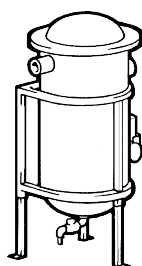

Fig. 7
**Pequeño Vaso-Separador (A53):** capacidad 12,5 litros, fig. 7, el vaso lleva una autoclave para el lavado automático, es suficiente para un máximo de 6 consultas.
**Vaso-Separador Medio (A54):** capacidad 39 litros, fig. 7, el vaso consta de autoclave para el lavado automático, es suficiente para un máximo de 17 consultas.
**Vaso-Separador Grande (A57):** capacidad 130 litros, fig. 7, el vaso consta de autoclave para el lavado automático, es suficiente para un máximo de 54 consultas.